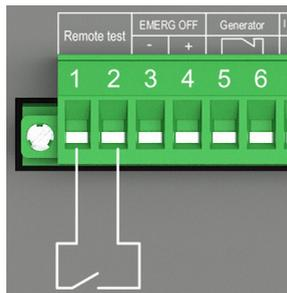

Figura 7. Collegamento del test remoto nel commutatore OTM_C_21D
1. Collegare il segnale del test remoto come illustrato nella Figura 7.